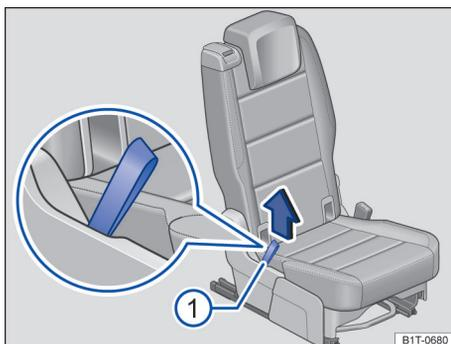

图 83 第二排座椅。将后座椅向前翻折
- 将物品从后座椅前后的脚部空间移除→①。
- 将锁止拉扣→图 83①往上拉起并将后座椅靠背向前翻折。整个后座椅往前翻折→▲